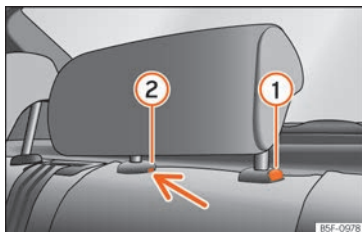

Fig. 149 Apoyacabezas trasero central: punto de desbloqueo.
- Para ajustar el apoyacabezas a una altura menor, pulse la tecla ① » » » fig. 149 y desplácelo hacia abajo.